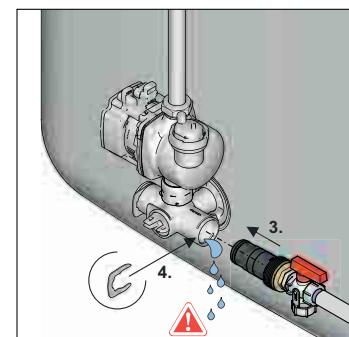

Bild 5-3 KFE-Befüllanschluss in Anschlusswinkel montieren
- **KFE-Befüllanschluss (KFE BA, 🛒 16 52 15)** in den Anschlusswinkel einstecken und mit Halteklemme sichern (Bild 5-3).